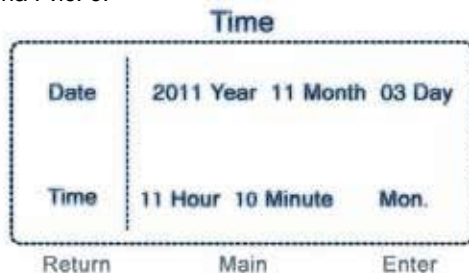

Рис. 6
1. Выполните следующие шаги: Главный интерфейс → Меню → Время → Вход ("Main interface → Menu → Time → Enter"). После этого на дисплей выводится окно, показанное на Рис. 6.